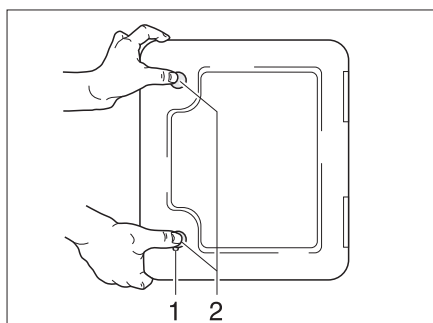

Fig. 158 Portillon pour cassette Thetford
Le portillon pour la cassette Thetford (Fig. 158) se trouve à l'extérieur du véhicule.
- Insérer la clé dans le barillet du verrou à pression (Fig. 158,1) et la tourner d'un quart de tour dans le sens des aiguilles d'une montre.
- Appuyer du pouce et simultanément sur les deux verrous de pression (Fig. 158,2) et ouvrir le portillon pour la cassette Thetford.